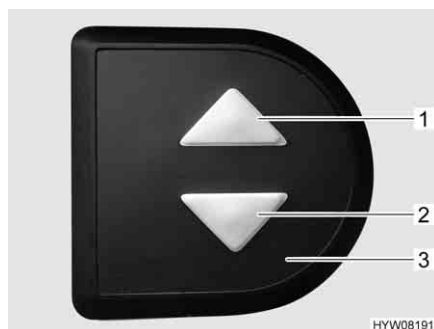

Fig. 73 Elemento di regolazione
- Sull'elemento di regolazione (Fig. 73,3) premere contemporaneamente i due tasti freccia (Fig. 73,1 e 2) e tenerli premuti fino a quando il letto basculante non si è spostato completamente verso il basso. Una volta rilasciati i tasti viene emesso un segnale acustico di conferma.
- Sull'elemento di regolazione (Fig. 73,3) premere il tasto freccia inferiore (Fig. 73,2) e tenerlo premuto fino a quando il letto basculante non ha raggiunto la posizione finale in basso.
- Sull'elemento di regolazione (Fig. 73,3) premere il tasto freccia superiore (Fig. 73,1) e tenerlo premuto fino a quando il letto basculante non ha raggiunto la posizione finale in alto.
- Portare leggermente il letto basculante con i tasti freccia (Fig. 73,1 o 2) nella direzione opposta.